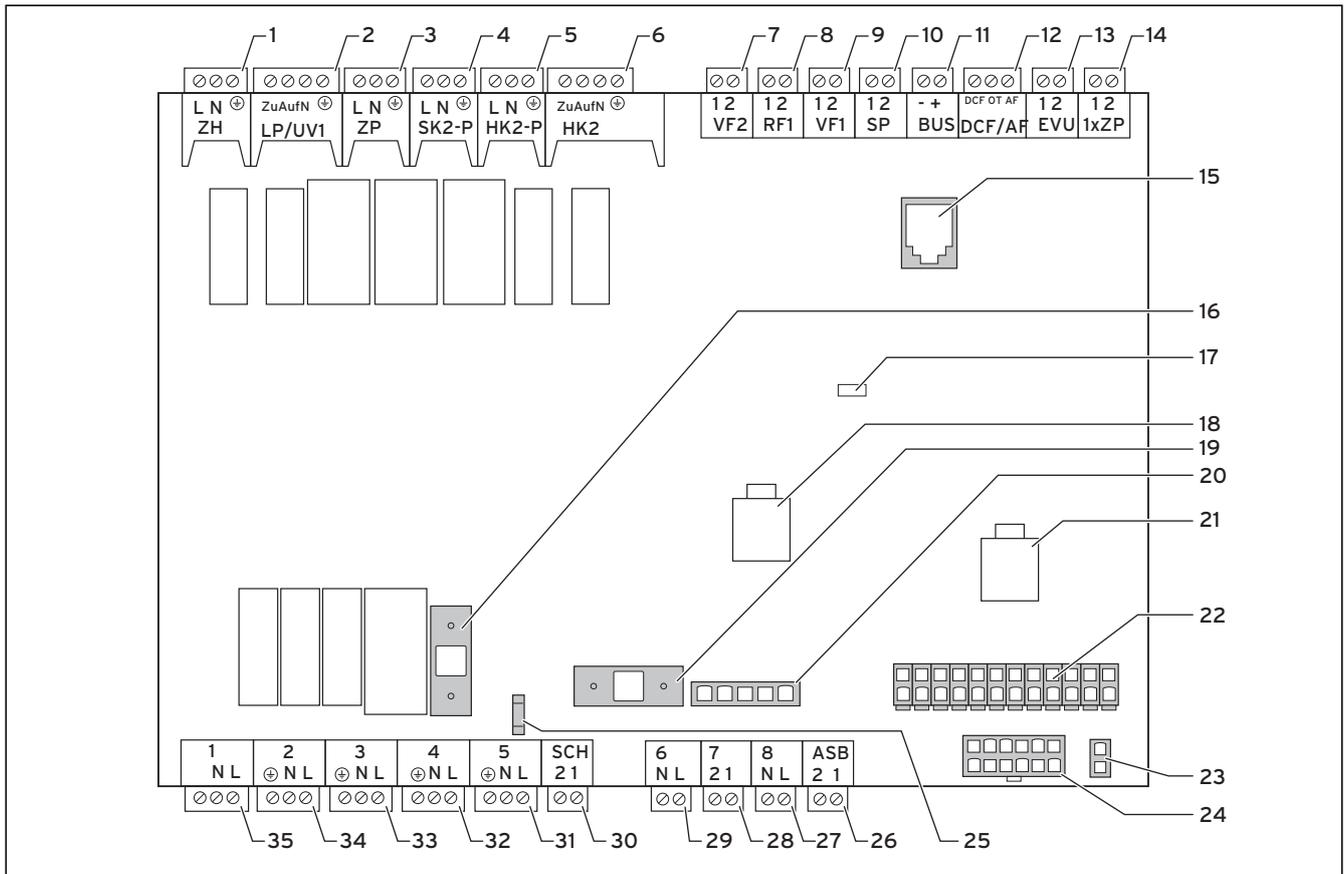

Abb. 7.10 Reglerplatine
- Schließen Sie die permanente Stromversorgung an die Netzeinspeisung Normaltarif an (2).
- Schließen Sie die Niedertarif-Stromversorgung an die Netzeinspeisung Niedertarif an (1).
- Schließen Sie den Kontakt des Rundsteuersignalempfängers an Klemme 13 „EVU“ (Energieversorgungsunternehmen) an (→ **Abb. 7.10, Pos. 13**).
Legende zu Abb. 7.10
- Installieren Sie die Standardfühler VR 10 entsprechend den Anforderungen des Regelschema-Beispiels und schließen Sie sie an den jeweiligen Klemmen der Reglerplatine an (→ **Abb. 7.10**).
- Schließen Sie die externe Heizkreispumpe an Klemme HK2-P an (→ **Abb. 7.10, Pos. 5**).